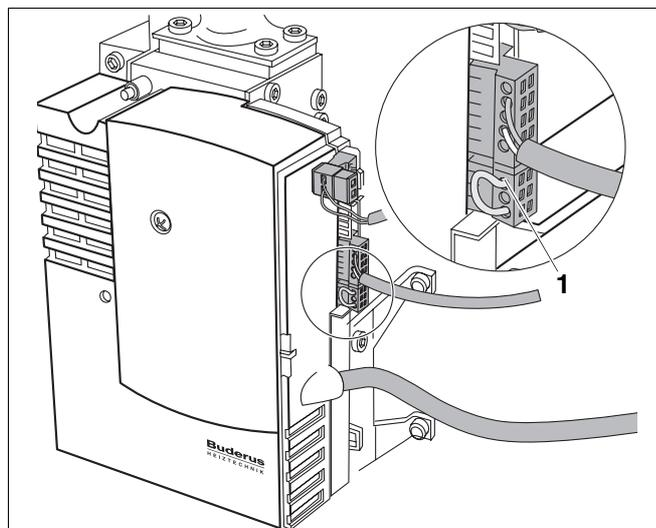
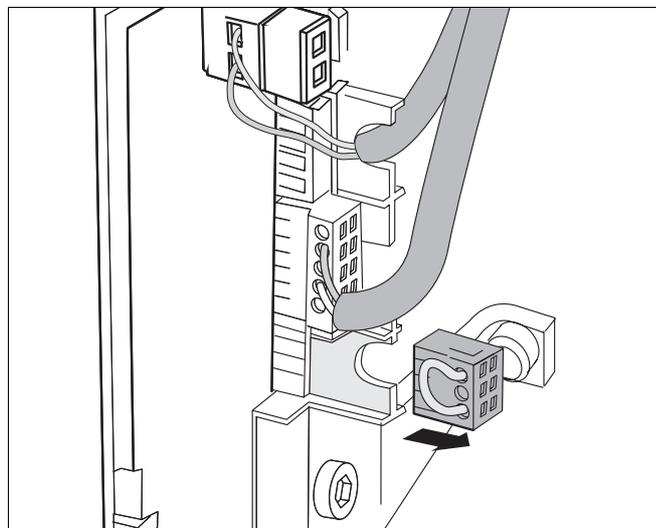
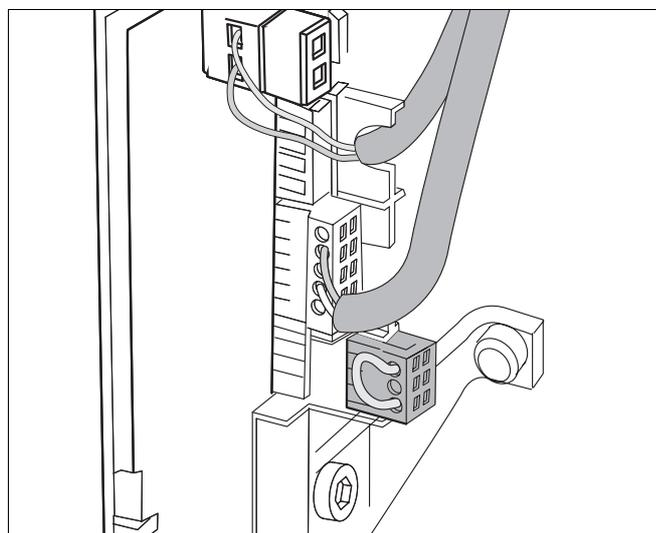

Abb. 49 Gascodierstecker in Erdgasbetriebsposition
Abb. 50 Gascodierstecker abziehen
Abb. 51 Gascodierstecker in Parkposition
- Gascodierstecker (Abb. 49, **Pos. 1**, in Erdgasbetriebsposition) für den Flüssiggasbetrieb und bei GZ 35 (Polen) im Gasfeuerungsautomaten abziehen (Abb. 50) und für eine eventuelle spätere Umstellung der Gasart auf Parkposition (Abb. 51) aufstecken.
- Bei Rückumstellung von Flüssiggas oder GZ 35 auf Erdgasbetrieb, Gascodierstecker von der Parkposition abziehen (Abb. 51) und wieder auf die Erdgasbetriebsposition (Abb. 49, **Pos. 1**) aufstecken.
Multigas-Betrieb ist nur möglich, wenn der Gascodierstecker in der Erdgasbetriebsposition (Abb. 49, **Pos. 1**) eingesteckt ist. Bei Flüssiggas und GZ 35 darf der Kessel nicht im multigas-Betrieb betrieben werden.